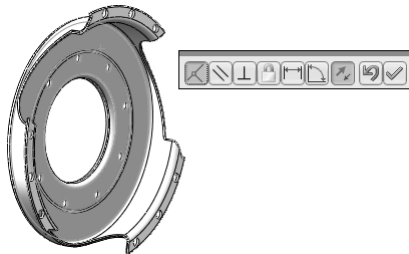

图 5-27 为零部件添加重合配合关系
STEP 4 定义配合，选择支撑环靠近离合器盖的面和离合器盖内平面，添加重合配合，如图 5-27 所示。